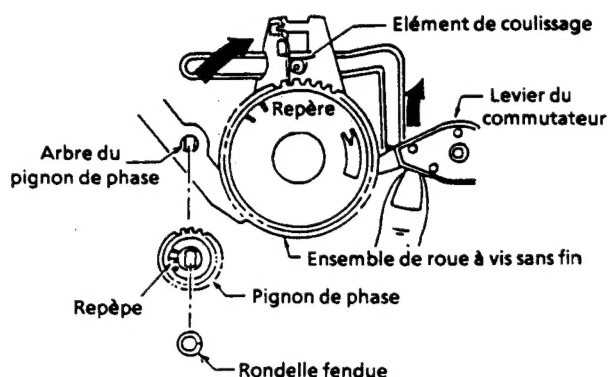

Figure 1-7.
5. Placer l'élément de coulissage juste au-dessus de la roue y vis sans fin (Figure 1-7.). (Le dispositif de retenue de l'élément de coulissage est bloqué en deux positions. Le débloquer comme indiqué sur la Figure 1-8).
6. Extraire vers soi l'ensemble de roue à vis sans fin en poussant le levier du commutateur vers le haut. (Figure 1-7.).